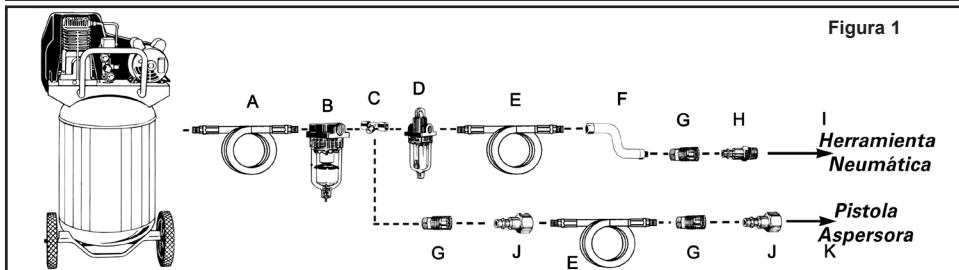

Figura 1
6. Conecte la herramienta al acoplador rápido de la manguera de aire. **Nota: Se recomienda utilizar una manguera de conexión flexible con un cabezal giratorio (P012-0079SP - no incluida) para evitar que la manguera de aire se doble, enrosque o gaste demasiado (ver ítem "F" en la figura 1 para las conexiones recomendadas).**
Para conservar el funcionamiento óptimo de la herramienta neumática, debe ser lubricada cada vez que se utiliza. Las partículas, el polvo, el óxido y los residuos de aceite se acumulan dentro de la herramienta y reducen su desempeño. Se recomienda utilizar un engrasador en línea para una lubricación automática adecuada de la herramienta (ver Figura 1). Si no dispone de un engrasador en línea, puede lubricar la herramienta de forma manual a través del orificio de entrada (ver Figura 4).